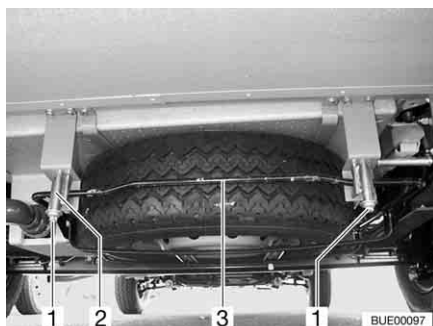

Fig. 275 Soporte para rueda de repuesto (cesto de alojamiento)
- Aflojar las tuercas (Fig. 275,1) de los ganchos izquierdo y derecho (Fig. 275,2) del soporte de la rueda de repuesto.
- Presionar estribo (Fig. 275,3) un poco hacia arriba. Al mismo tiempo tirar el gancho hacia abajo y desenganchar el estribo.